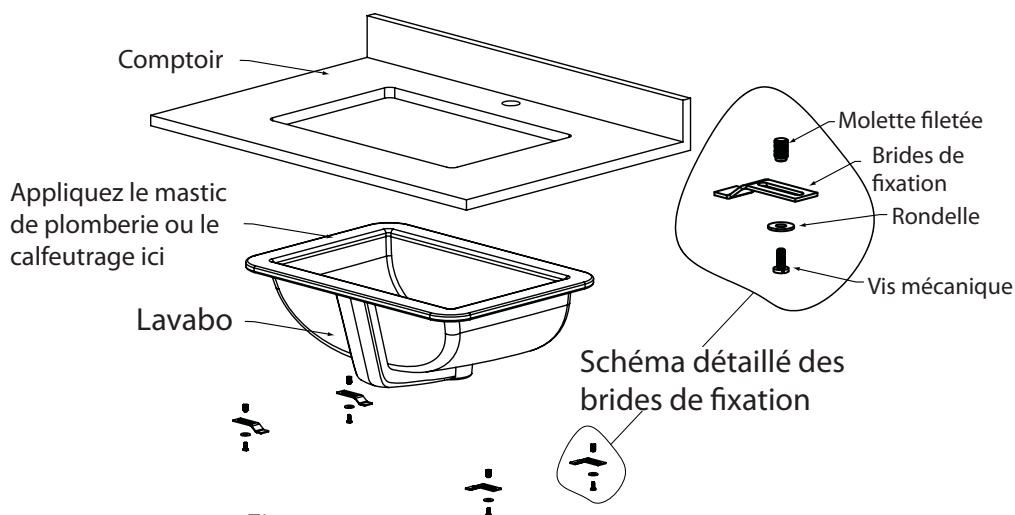

Figure 1
- o Vérifiez l'alignement de la découpe en plaçant le lavabo (A) dans la position d'installation souhaitée.
- o Reportez-vous à la figure 1, au schéma détaillé des brides de fixation. [Installation pour comptoirs de surface solide d'une épaisseur minimum de 1 po (25 mm). L'installateur doit fournir les ancrages pour les comptoirs plus minces.]
- o Pour l'installation sur une surface solide, percez des trous pour ancrages d'un diamètre de 3/8 po (0,95 cm) et d'une profondeur de 1/2 po (1,27 cm). Appliquez une petite quantité de résine époxyde (non incluse) sur l'extrémité fermée de la molette filetée (C).